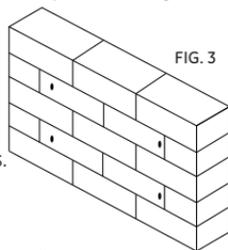

FIG. 3
2. Mientras que otra persona sostiene la placa de pared en su lugar, marque cuatro puntos espaciados de manera equidistante en la pared para asegurar el soporte (ver fig. 3).